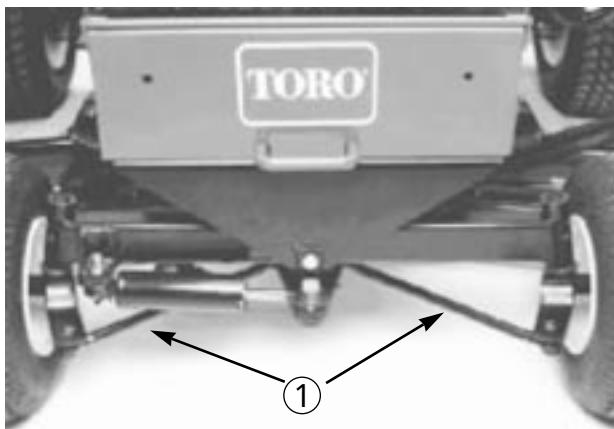

図 69
- 両方のタイロッド (図69) のジャムナットを外し、左右のタイヤの中央線間距離を測ったときに前での計測が3mm小さくなるように調整する。